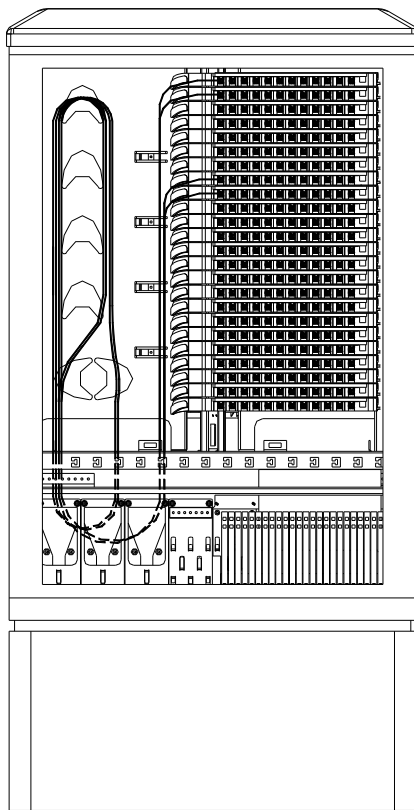

图 10
- 6.2 箱体内部单面一体化模块之间交叉连接如图 10 所示，取下相应适配器防尘盖，将光纤跳线连接器插头插入适配器，冗余跳线在箱体左侧的过线圈及挂纤柱上盘存。